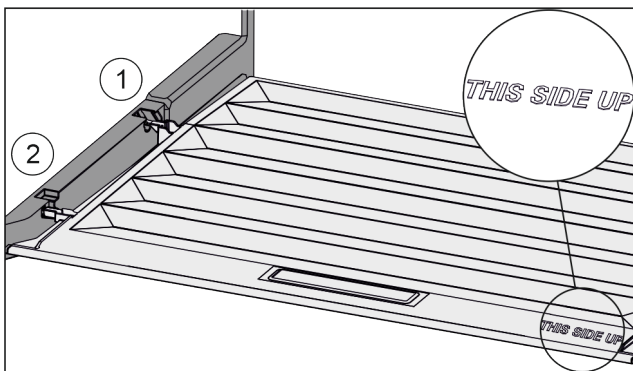

Fig. 102
- ▶ Deckelstege über Öffnung der hinteren Halterung Fig. 102 (1) einführen und vorne in Halterung Fig. 102 (2) einrasten.